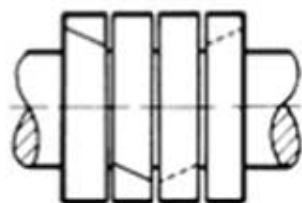

Figure 48: Position des garnitures l'une par rapport à l'autre
9. Décaler les extrémités des bagues d'étanchéité du côté opposé, voir Figure 48: Position des garnitures l'une par rapport à l'autre à la page 73.